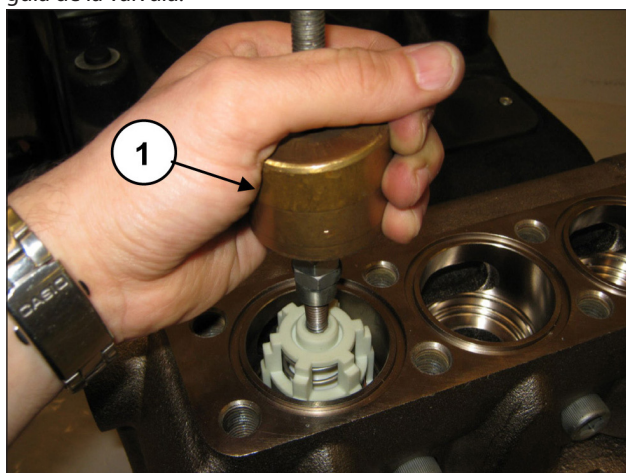

Fig. 141
Extraer el grupo de la válvula de envío aplicando un extractor de percusión (cód. 27516400) en el orificio M10 de la guía de la válvula (pos. ①, Fig. 141) o, como medida adicional, aplicar un adaptador M10-M16 (cód. 25089700) a la rosca M16 de la guía de la válvula.